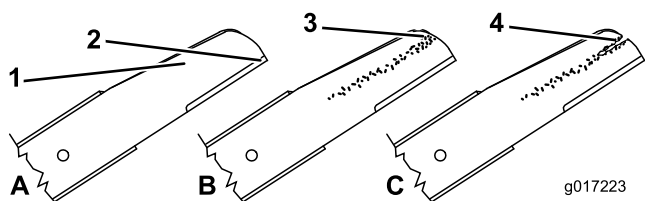

Figura 38
1. Inspeção as extremidades de corte (Figura 38). Se as extremidades não estiverem afiadas ou estiverem amolgadas, retire e afie as lâminas.
2. Inspeção as lâminas, especialmente a área curva (Figura 38). Se verificar quaisquer danos, desgaste, ou a formação de ranhuras nesta área, substitua imediatamente por lâminas novas.